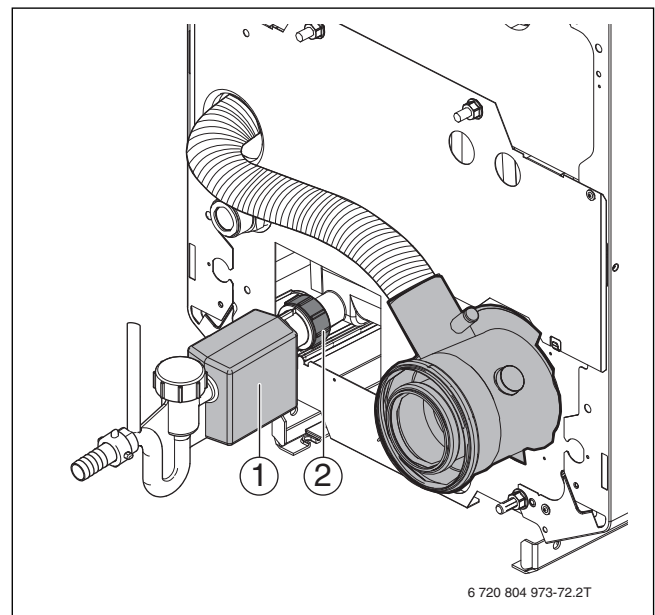

Bild 63 Kondensatwanne reinigen
- ▶ Siphon (→ Bild 63, [1], Seite 36) an Anschlussstutzen der Kondensatwanne (→ Bild 63, [2], Seite 36) schrauben.